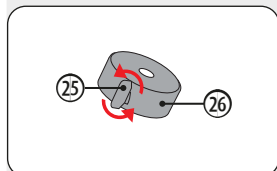

Fig. 12: Desenroscar el tornillo de fijación del contrapeso
2. Desenrosque el tornillo de fijación (25) del contrapeso (26) (Fig. 12) hasta que deje de verse a través del orificio (Fig. 12).